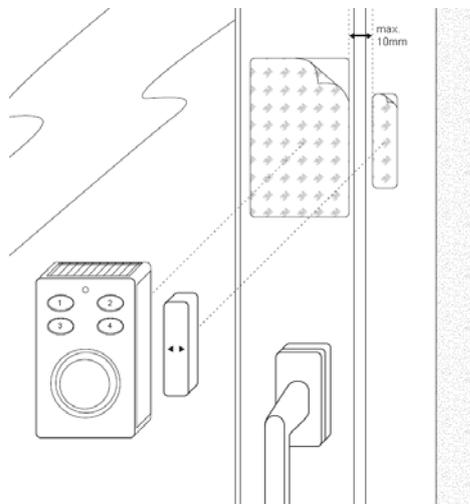

Abb.3: Befestigung mit Klebepad
- Bei einem seitlichen Abstand von **höchstens 10 mm links- oder rechtsseitig** des Alarms bei geschlossenem Fenster oder geschlossener Tür (siehe Abb.3), erfolgt die Montage des Magnetsensors mit dem kleineren Klebepad. Der Alarm ist jetzt dauerhaft installiert.